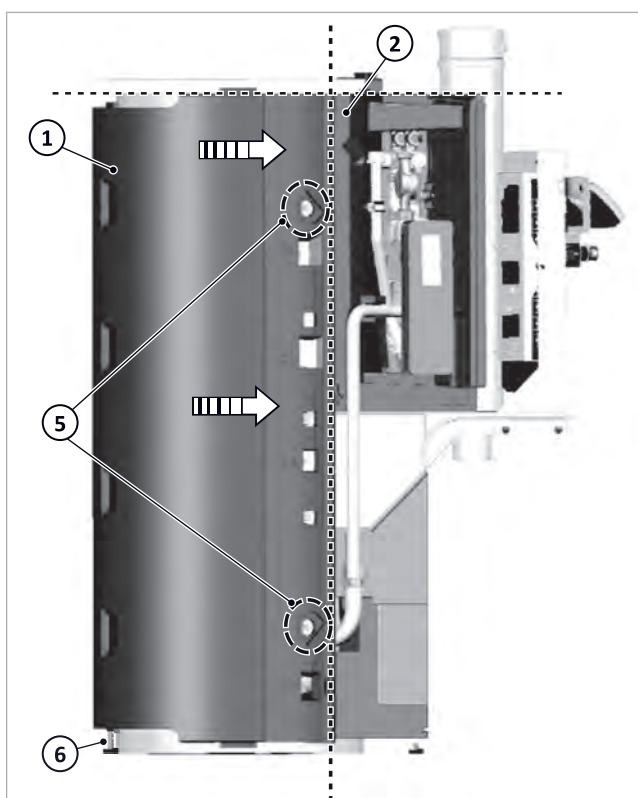

Fig. 16: Posizionamento dell'isolamento posteriore del contenitore
- Per mezzo di un disco angolato (3) e di una vite (4) fissare l'isolamento al contenitore nella parte superiore ed inferiore → Fig. 16 (5).
- chiusura diritta superiore dell'isolamento posteriore del contenitore → Fig. 16 (1) con l'isolamento delle stazioni (2)
- a livello in direzione perpendicolare rispetto all'isolamento delle stazioni → Fig. 16 (2) e all'isolamento della flangia.
- Estrarre il piede → Fig. 16(6) fino alla base.